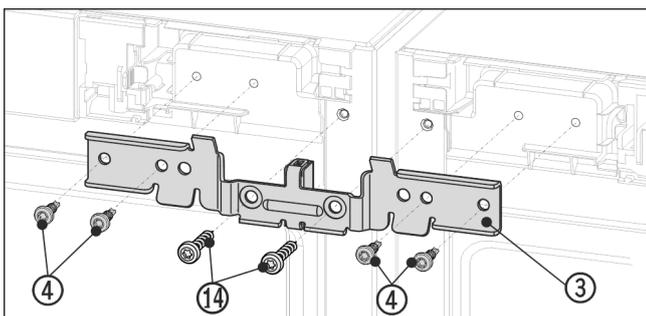

Fig. 12 例图
- ▶ 使用间隔垫片将角 Fig. 12 (3) 推入设备和销钉上。使用四颗螺栓 Fig. 12 (4) 连同先前旋出的地脚螺栓 Fig. 12 (14) 左右交替旋松角。